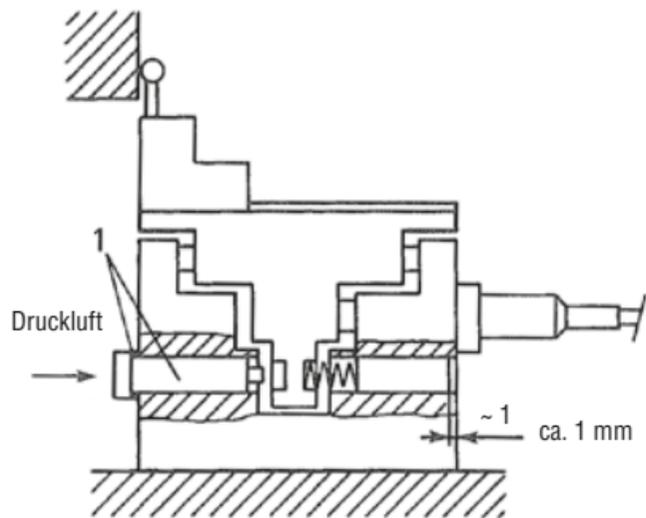

Abb. 3.
Abheben gemäß Anordnung der Abbildung 3.
Anordnung nach Abbildung 3
1. Rückzugsystem entsprechend Abbildung 3 einbauen (der Kopf der Schraube mit Feder muss ungefähr 1 mm unter der Tasterfläche liegen).